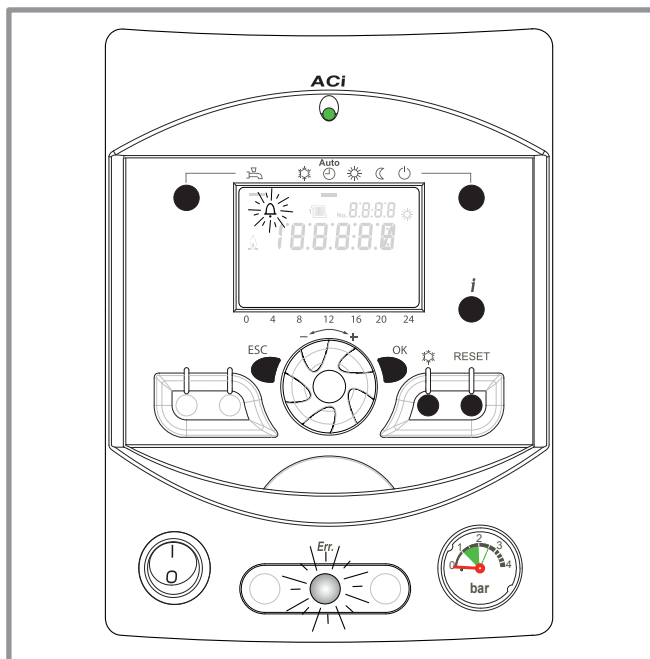

figure 11 - Signal d'erreur
- Messages d'erreur : L'afficheur indique le symbole "cloche" 🔔 + Voyant "Err." allumé (figure 11, page 17).